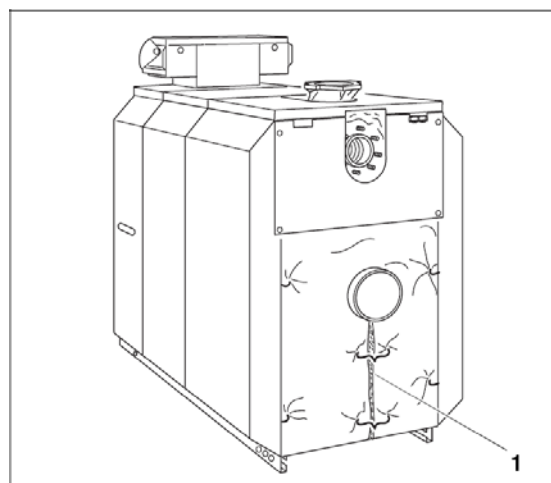

Fig. 59
- Vippa isoleringen till den bakre sektionen nedåt, och dra den samman med spänningsfjädrarna nedanför under rökgasstosen. (Fig. 59, **pos. 1**).